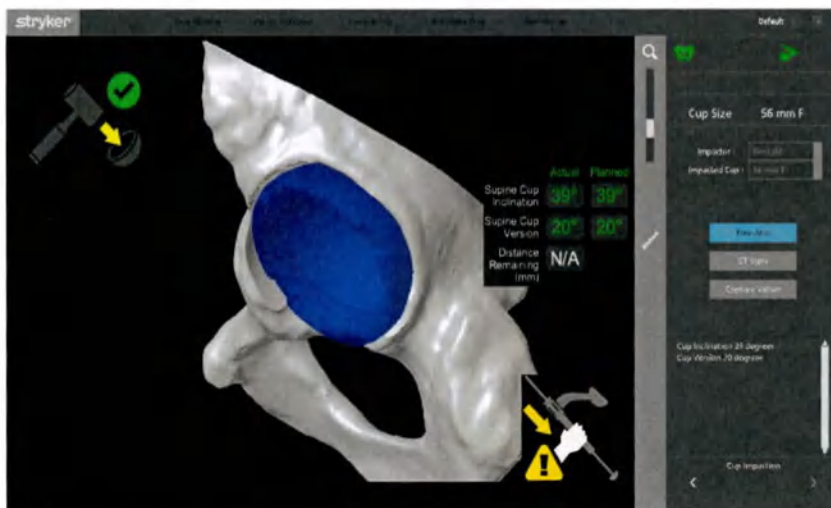

Рисунок 89. Страница импакции чашки
5. Убедитесь в том, что эффектор перемещен вниз до основания рукоятки импактора, и зафиксируйте положение имплантата (рисунок 89). Полная посадка колпачка обеспечивается после того, как импакция достигает 0–1 мм. Если чашка находится на расстоянии 2 мм или более от точки посадки, это оставит зазор в зоне 2 на рентгеновском снимке.